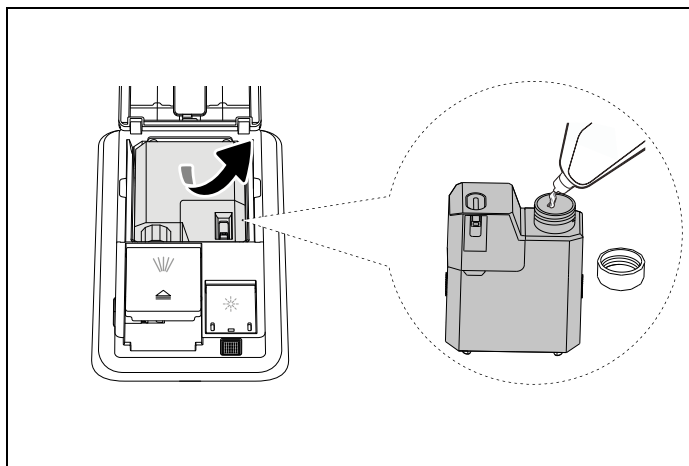

Fig. 68
- Estrarre il flacone vuoto del detersivo liquido e inserirvi il detersivo liquido come Fig. 68 (Usare solo detersivo liquido per lavastoviglie).